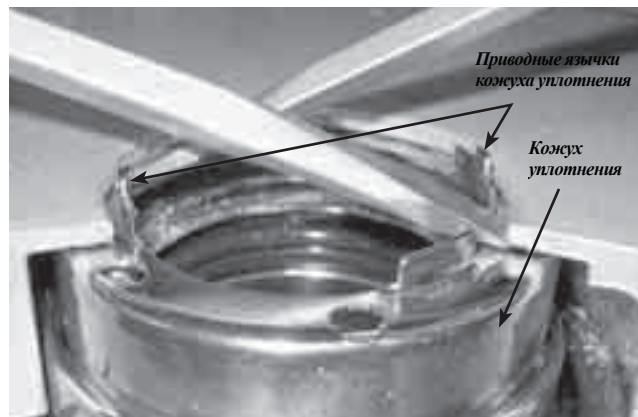

Рис. 7
- 9.2 Снять механическое уплотнение. С помощью двух отверток осторожно надавить на заднюю сторону кожуха уплотнения, чтобы извлечь уплотнение из головки (см. рис. 7). Необходимо соблюдать осторожность при использовании отверток на поверхностях уплотнения. Поверхности уплотнения могут быть повреждены. Отделить и отбраковать кольцевые уплотнения механического уплотнения.
Нанести небольшое количество легкого смазочного масла на углубление головки. Вжать узел механического уплотнения в углубление головки так, чтобы приводные язычки кожуха уплотнения были повернуты к ротору. Штифт в стационарном седле должен находиться между упорами в задней части углубления головки (см. рис. 7).